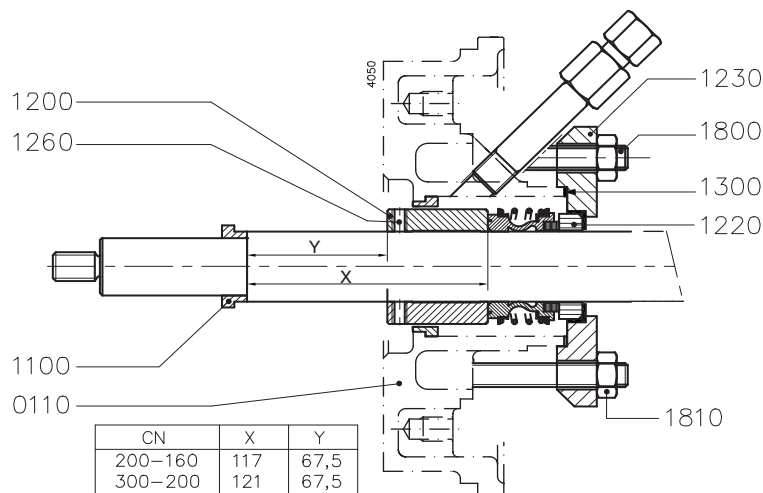

Bild 25: Justera axelhylsan på 200-160 och 300-200.
- 8 Montering av axelhylsan (1200). För pumpar av typen 200-160 och 300-200 måste axelhylsan (1200) justeras i enlighet med avstånd Y, se bild 25.